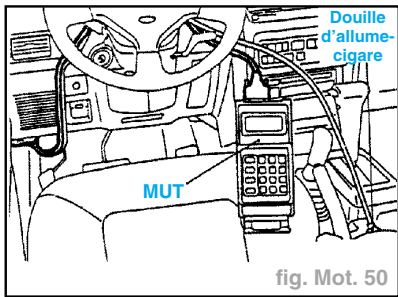

fig. Mot. 50
- Brancher le testeur à usages multiples (MUT) au connecteur de diagnostic (fig. Mot. 50).
- Si l'on utilise le MUT-II, le brancher au position de diagnostic (fig. Mot. 50).